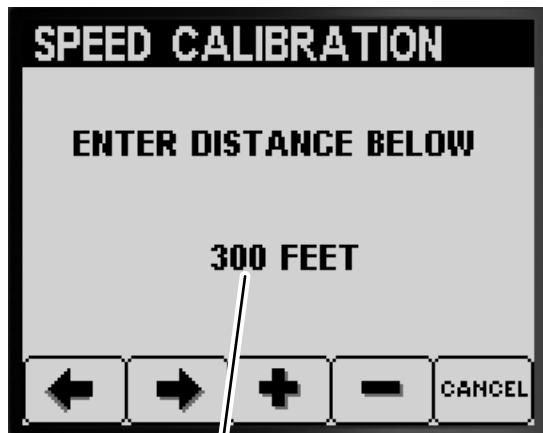

Figura 65
9. Utilize os botões 3 ou 4 para alterar o valor da distância introduzido no InfoCenter e prima o botão 2 (Figura 65).